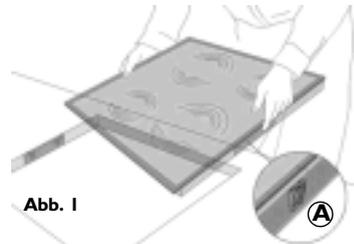

Abb. 1
- Montieren Sie die 4 Klammern (**A**) an den dafür vorgesehenen Stellen am Rahmen der Kochmulde, siehe Abb. 1